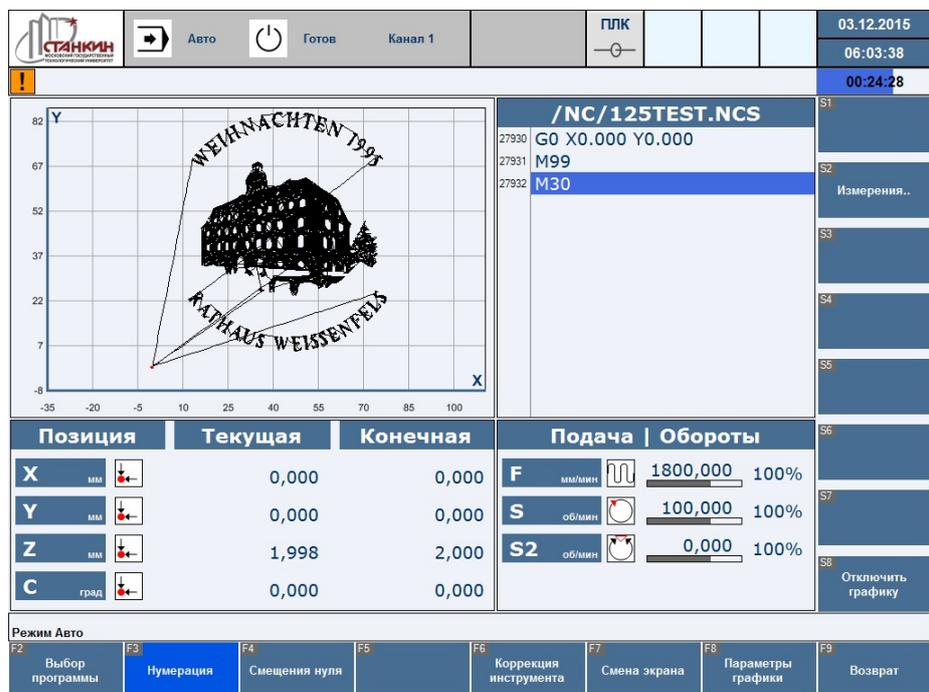
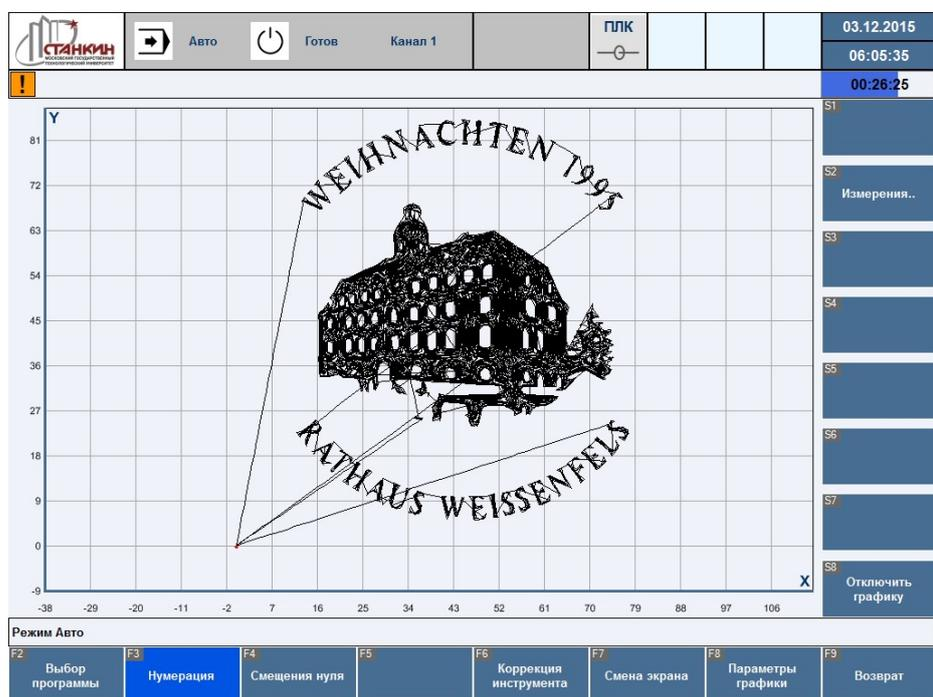

Рисунок 28 – Графическое отображение траектории инструмента
Рисунок 29 – Полноэкранный графическое отображение траектории инструмента
- Графика (графическое отображение траектории инструмента, Рисунок 28, см. также раздел 3.4.3):
- Полноэкранный графика (графическое отображение траектории инструмента, Рисунок 29, см. также раздел 3.4.3):
В режимах «Автоматический» (а также «Ручной ввод» и «Ручной (Jog)») существует возможность графического отображения траектории инструмента (Рисунок 28), в том числе и полноэкранный (Рисунок 29).